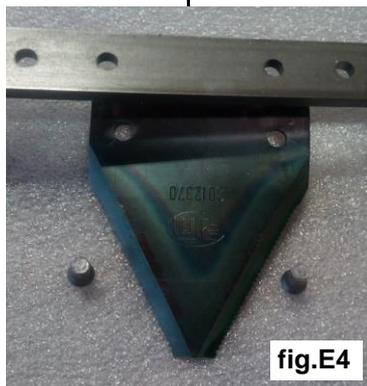
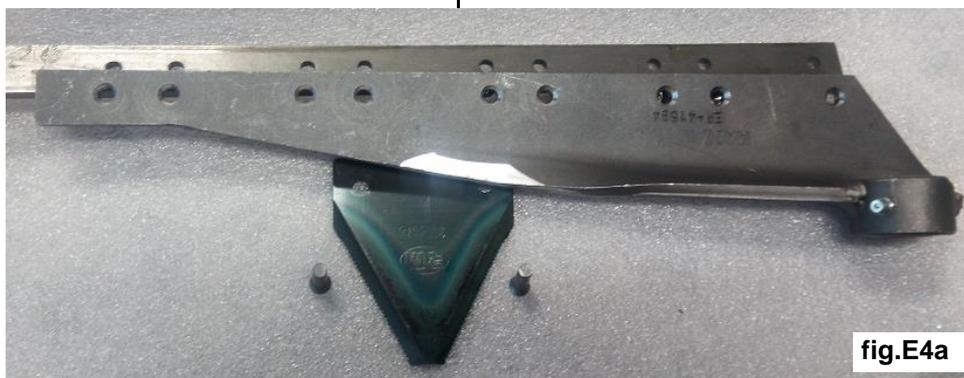

fig.E4
fig.E4a
- Posizionare una nuova lama e fissarla con due nuovi ribattini (**fig.E4**). **Nota:** se la lama è sotto l'attacco (**fig.E4a**) bisogna usare rivetti più lunghi;
- Place a new blade and fix it by two new rivets (**fig.E4**). **Note:** if the blade is placed under the attachment (**fig.E4a**) have to use longer rivets;